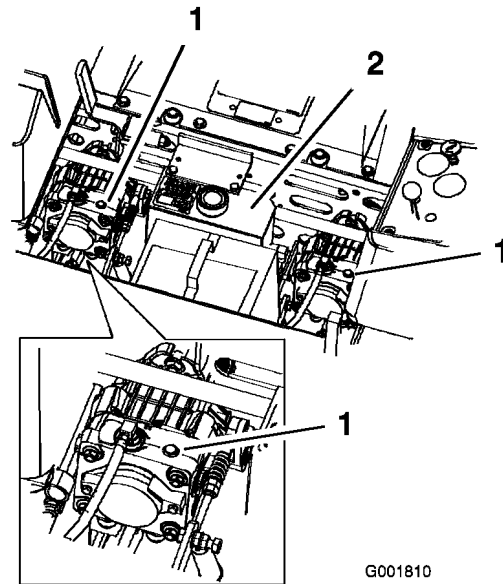

Bild 25
2. Drehen Sie die Bypassventile um eine Umdrehung entgegen dem Uhrzeigersinn, um die Maschine zu schieben. So kann Hydrauliköl an der Pumpe vorbei direkt zu den Rädern fließen, die sich daraufhin drehen können (Bild 25).
Drehen Sie zum Einsatz der Maschine die Sicherheitsventile eine ganze Umdrehung nach rechts (Bild 25).